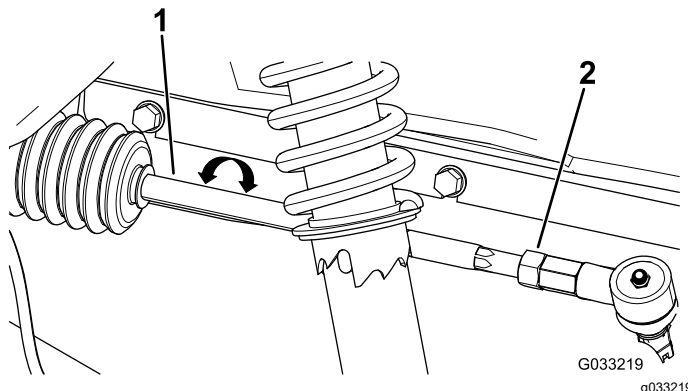

Figura 49
2. Si la distancia no es de 0 mm – 6 mm (0 – ¼"), afloje las contratuercas en el extremo exterior de las bielas (Figura 49).